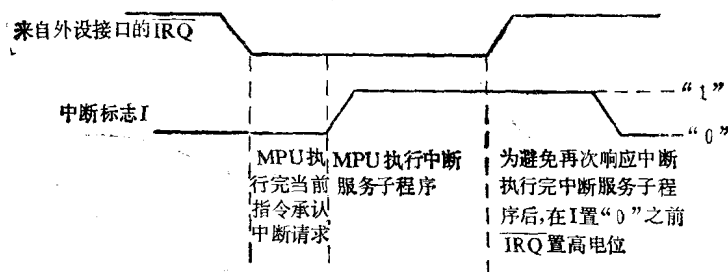

图 2.1.4 中断请求 $\overline{\text{IRQ}}$ 与中断标志I的时间关系
- IRQ** 可屏蔽的中断请求输入线。平时为高电位，当外设申请中断时，把IRQ拉低。IRQ能被MPU中的状态寄存器的禁止位I屏蔽，禁止位I，一般由软件设置。如果中断禁止位标志I=1，中断被禁止，IRQ信号不影响MPU。I=0时，中断请求才被承认。然后MPU从内存专用单元（FFFE和FFFF）取出新的程序计数向量（称为中断请求向量）也就是使PCH=(FFFF)，PCL=(FFFE)而(FFFF)=FA，(FFFE)=40。于是MPU就从FA 40首地址开始执行“中断服务子程序”。当MPU承认IRQ之后，标志位I自动置1。MPU开始执行“中断服务程序”，这之后外设可使IRQ变高。IRQ变高后，一方面若I重新置0，可保证一个中断请求信号不致重复被承认如图2.1.4所示。另一方面若这时有更高级别的外设申请中断，那么刚才开始执行的“中断服务程序”也允许中断，以实现多级中断。